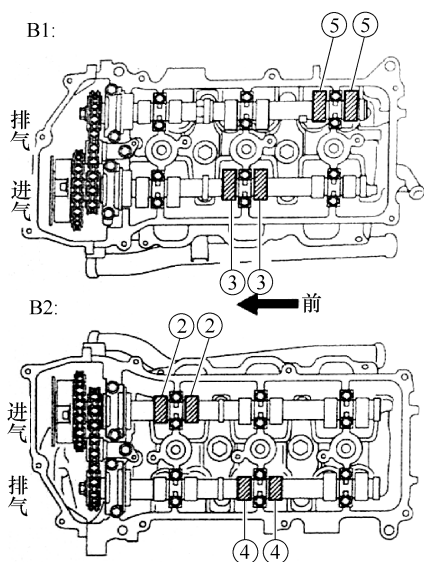

图 1-253 检查气门
② 顺时针转动曲轴 240°,并检查图 1-253 中所示的气门。